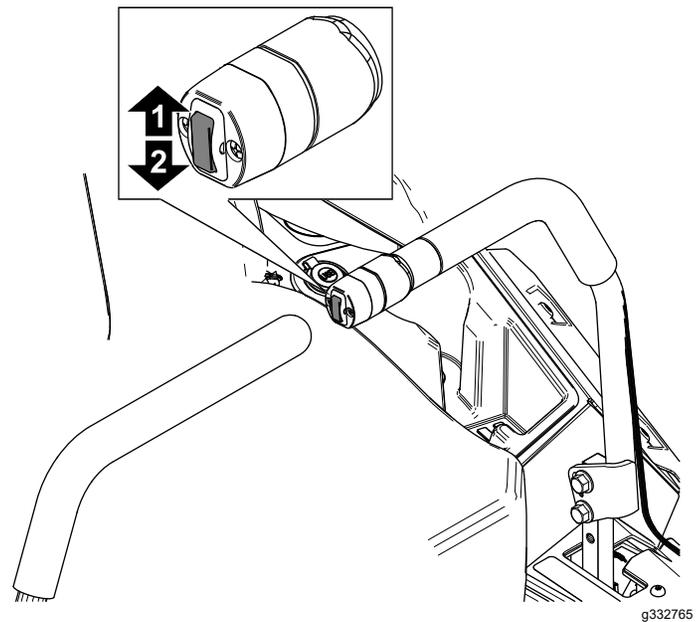

**Figura 31**
1. Presione el pedal de elevación de la carcasa hacia adelante del todo para bloquear la carcasa de corte en la posición de TRANSPORTE (que es también la posición de altura de corte de 140 mm (5½")), como se muestra en la Figura 31.
2. Para ajustar la altura de corte, retire el pasador del soporte de altura de corte (Figura 31).
3. Seleccione el orificio del soporte de altura de corte que corresponde a la altura de corte deseada, e inserte el pasador (Figura 31).